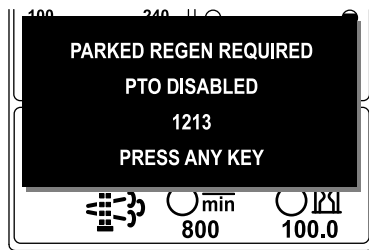

Figura 50
- Se não efetuar uma regeneração em estacionamento dentro de 2 horas, o InfoCenter indica que é necessária uma regeneração em estacionamento – tomada de força desativada AVISO N.º 1213 (Figura 50).